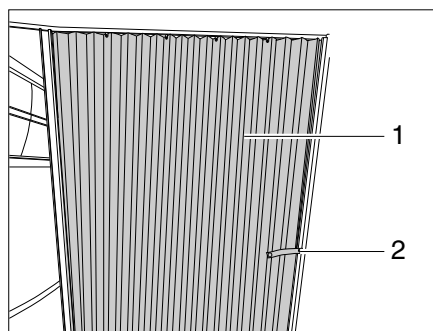

Bild 79 Faltvorhang
- Das Sicherungsband (Bild 79,2) lösen.
- Faltvorhang (Bild 79,1) in Schließstellung ziehen.
- Faltvorhang (Bild 79,1) in die Öffnungsposition führen.
- Faltvorhang mit dem Sicherungsband (Bild 79,2) befestigen.